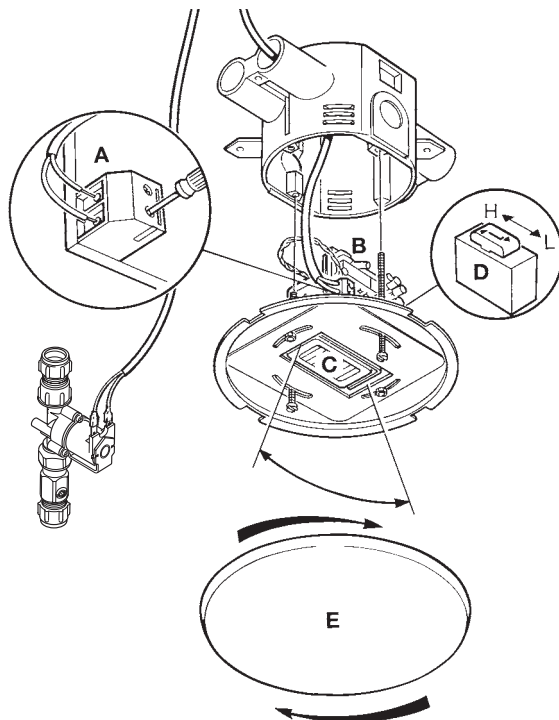

Bild 8
3. Anslut den 2-ledade kabeln till anslutningsplinten (A) på sensorns invändiga kretskort (B)(se Bild 8). Polariteten har ingen betydelse.
5. Sensorn (C) sitter på en rörlig konsol som gör det möjligt att rikta denna mot målområdet.
2. Sensorns placering justeras genom att försiktigt vrida sensorn på monteringskonsolen (se Bild 8). Fördröjnings/spolningscykeln bör aktiveras av en användare inom bevakningsområdet.